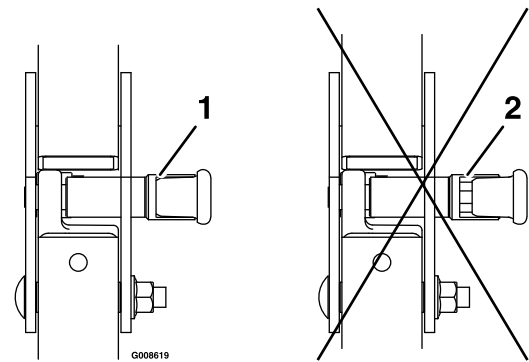

Figura 9
1. Eleve la barra anti-vuelco a la posición de trabajo y gire los pomos hasta que se introduzcan parcialmente en las ranuras (Figura 9).
2. Eleve la barra antivuelco a la posición vertical, presionando sobre la parte superior de la misma; las clavijas encajarán en cuanto se alineen con los orificios (Figura 9).
3. Presione sobre la barra para asegurarse de que las clavijas han quedado encajadas (Figura 9).